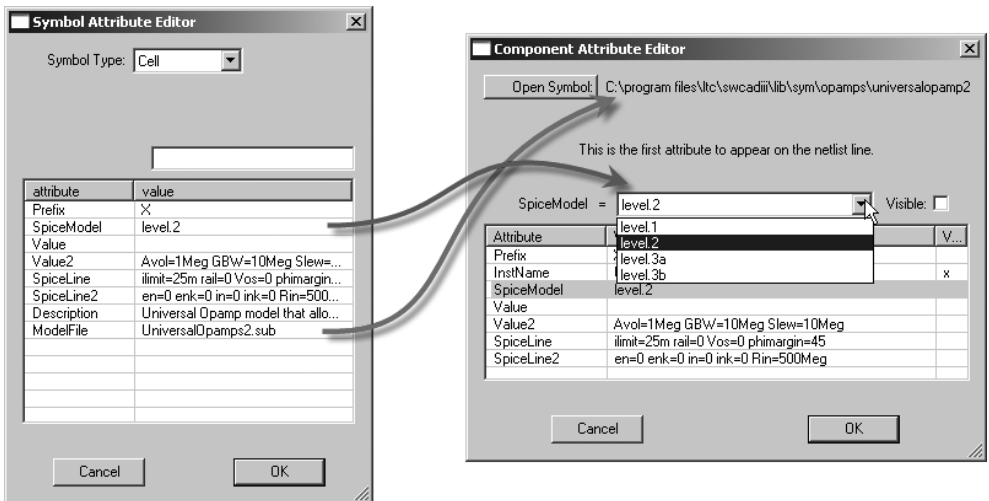

Рис. 7.29. Пример использования атрибута ModelFile
- **ModelFile** — атрибут позволяет определить файл, который будет включен в список соединений как библиотечный. Использование этого атрибута меняет назначение атрибута **SpiceModel**, который теперь указывает название конкретной подсхемы в библиотечном файле. В свою очередь, в окне редактирования компонента появляется строка выбора, позволяющая выбирать отдельные подсхемы библиотечного файла. Хорошим примером использования этого атрибута является пара символа `..lib/sym/Opamps/UniversalOpamp2.asy` и подсхемы `..lib/sub/UniversalOpamps2.sub` (рис. 7.29).